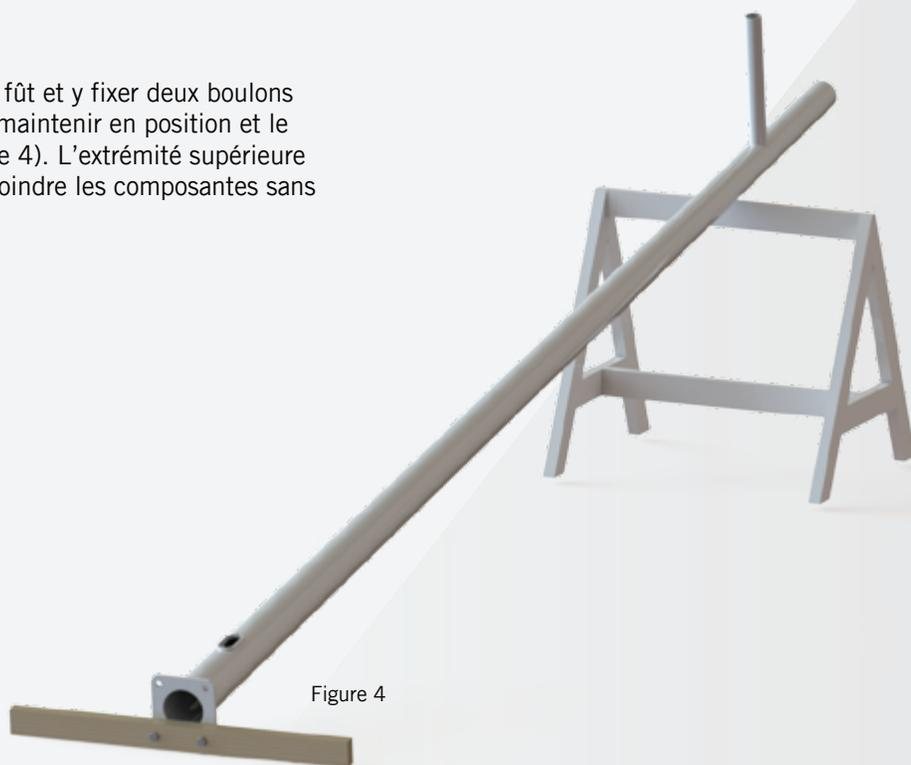

Figure 4
1. Placer un madrier à la base du fût et y fixer deux boulons 3/4-10 X 4 po long. afin de le maintenir en position et le stabiliser sur le chevalet (Figure 4). L'extrémité supérieure soulevée, il est plus facile d'y joindre les composantes sans risquer de les endommager.